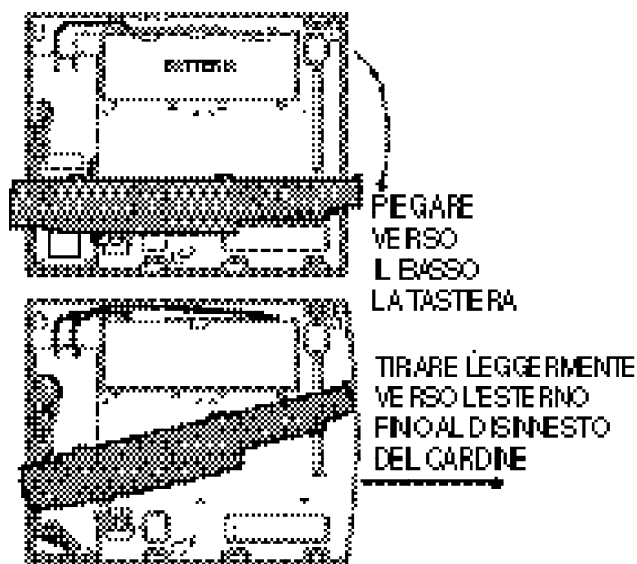

Figura 6. Rimuovere la tastiera
5. Rimuovere il touch pad premendo leggermente verso l'esterno sul fianco destro del contenitore della centrale di allarme, fino al disinnesto del cardine (vedere Figura 6).